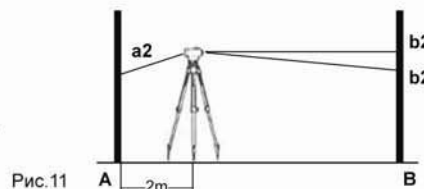

Рис.11
- 2) Установите прибор на расстоянии 2 м от точки A. Возьмите отсчеты "a2" и "b2". (Рис.11)